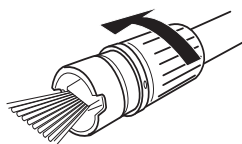

Fig. 7, pulverizare evazată
Rotiți duza cu presiune (1a) pentru a ajuta jetul cu presiune al lăncii (1) în funcție de suprafața pe care doriți să o curățați. Săgeata de pe duza cu presiune este indică înspre aplicația reglată marcată cu simboluri pe duză (Fig. 7, 8).